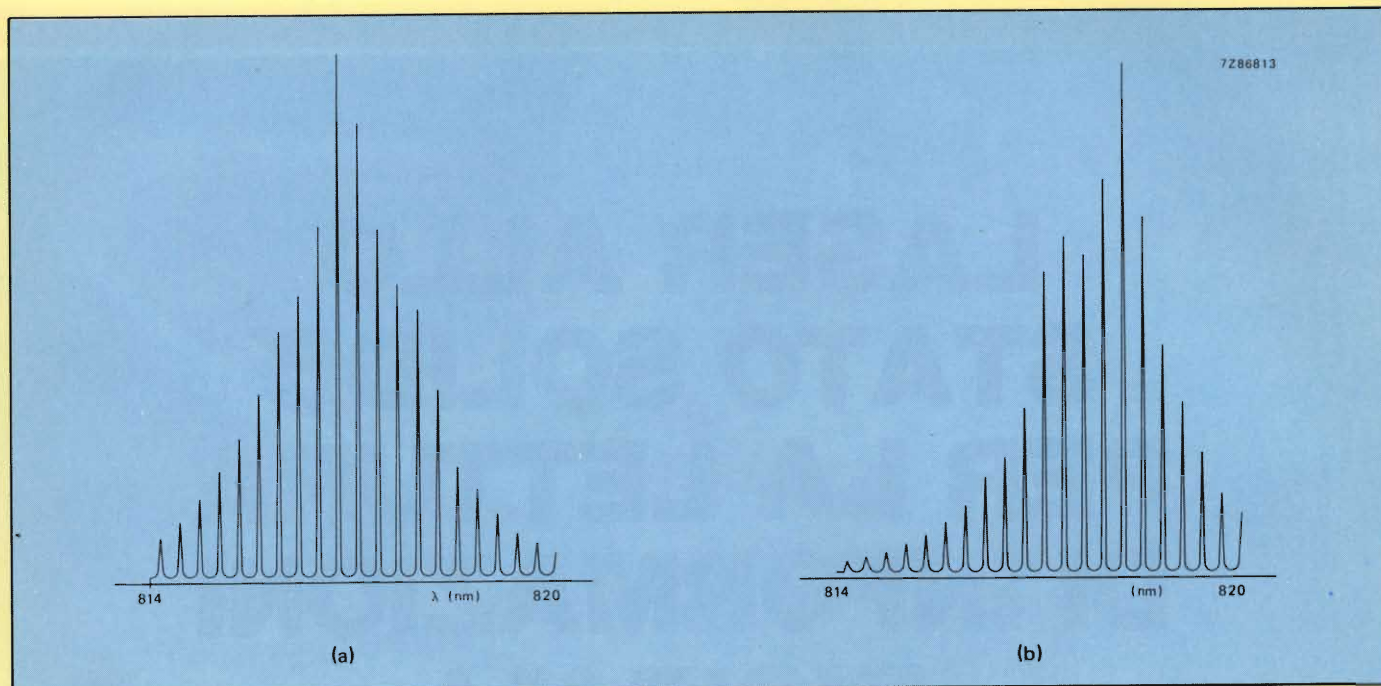

Fig. 6 - Andamento dello spettro del fascio laser emesso dal CQL10A. (a) = del CQL10A da solo. (b) = del CQL10A inserito nella penna collimatrice.
Fig. 6 - Intensità del raggio laser (L) in funzione della corrente di alimentazione (I) nel CQL10. La corrente di alimentazione, oltrepassata la soglia I_{th} , fa crescere bruscamente l'intensità luminosa dando inizio all'azione laser. Questo comportamento è molto influenzato dalla temperatura; infatti un aumento di soli 30 K richiede un aumento del 30% della corrente d'innesco del laser.